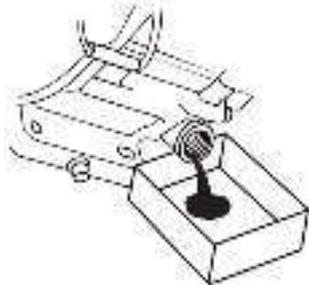

Рис. 19 Замена моторного масла
(1) Сервисное обслуживание должно осуществляться более часто, при работе в пыльных условиях.
(2) Данный вид работ необходимо выполнять в авторизованном сервисном центре.
6. С помощником наклоните мотокультиватор в сторону маслозаливной горловины двигателя и слейте отработанное масло через маслозаливную горловину в подготовленную для этого емкость (Рис. 19).